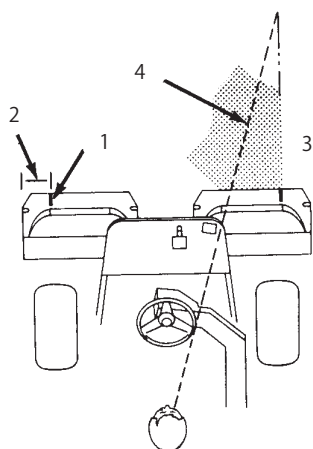

図29
2. その位置に白色テープか白ペンキで集草箱の縁と平行に目印を入れる（図29）。
3. 行きと帰りでのオーバーラップができるだけ小さくなるように運転します。隣の列との距離を一定に保って直進するには、本機の前方約 2~3m を視野に捕らえておくのがポイントです (図29, 30)。ハンドルを目印にして距離を合わせても良いでしょう。その場合、ハンドルの縁と本機前方の目標ラインとを重ねて見ながら運転します (図29, 30)。